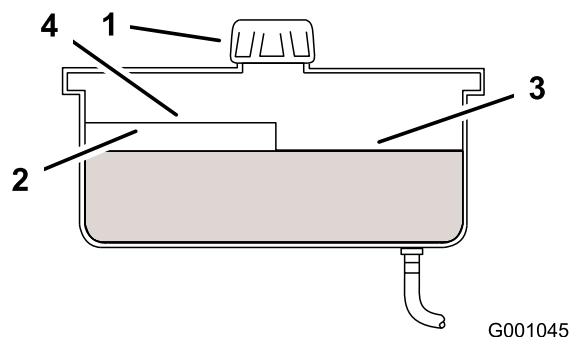

Figure 65
2. Nettoyez la surface autour du goulot de remplissage du réservoir hydraulique (Figure 65).
3. Enlevez le bouchon du goulot de remplissage et vérifiez si le réservoir contient du liquide (Figure 65).
**Remarque:** Lorsque l'huile est chaude, le niveau de liquide doit atteindre le haut du repère "à chaud" sur le déflecteur (Figure 65).